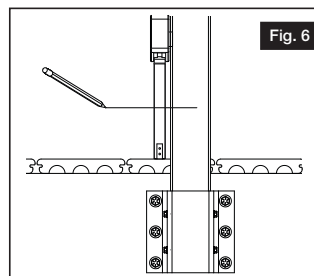

Fig. 6
- Comenzando por la superficie de la terraza, mida  $1\frac{15}{16}$ " y trace su primera línea (Fig. 6). De nuevo, empezando desde la misma posición, mida  $33\frac{3}{4}$ " (para un barandal de 36" de altura) o  $39\frac{3}{4}$ " (para un barandal de 42" de altura) y trace su segunda línea.